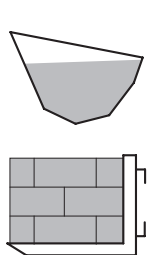

Fig. 1
- O nível máximo de carga do implemento não deve ultrapassar o rebordo inferior em caso de volumes, e não ultrapassar a altura da cobertura em caso de cargas unitárias (consultar a fig. 1).